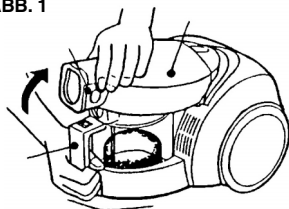

ABB. 3
3. Entleeren Sie den Inhalt des Staubbehälters. Drücken Sie dazu die Taste am Staubbehälter. Schließen Sie im Anschluss den Deckel des Staubbehälters wieder (siehe ABB. 3 und 4).